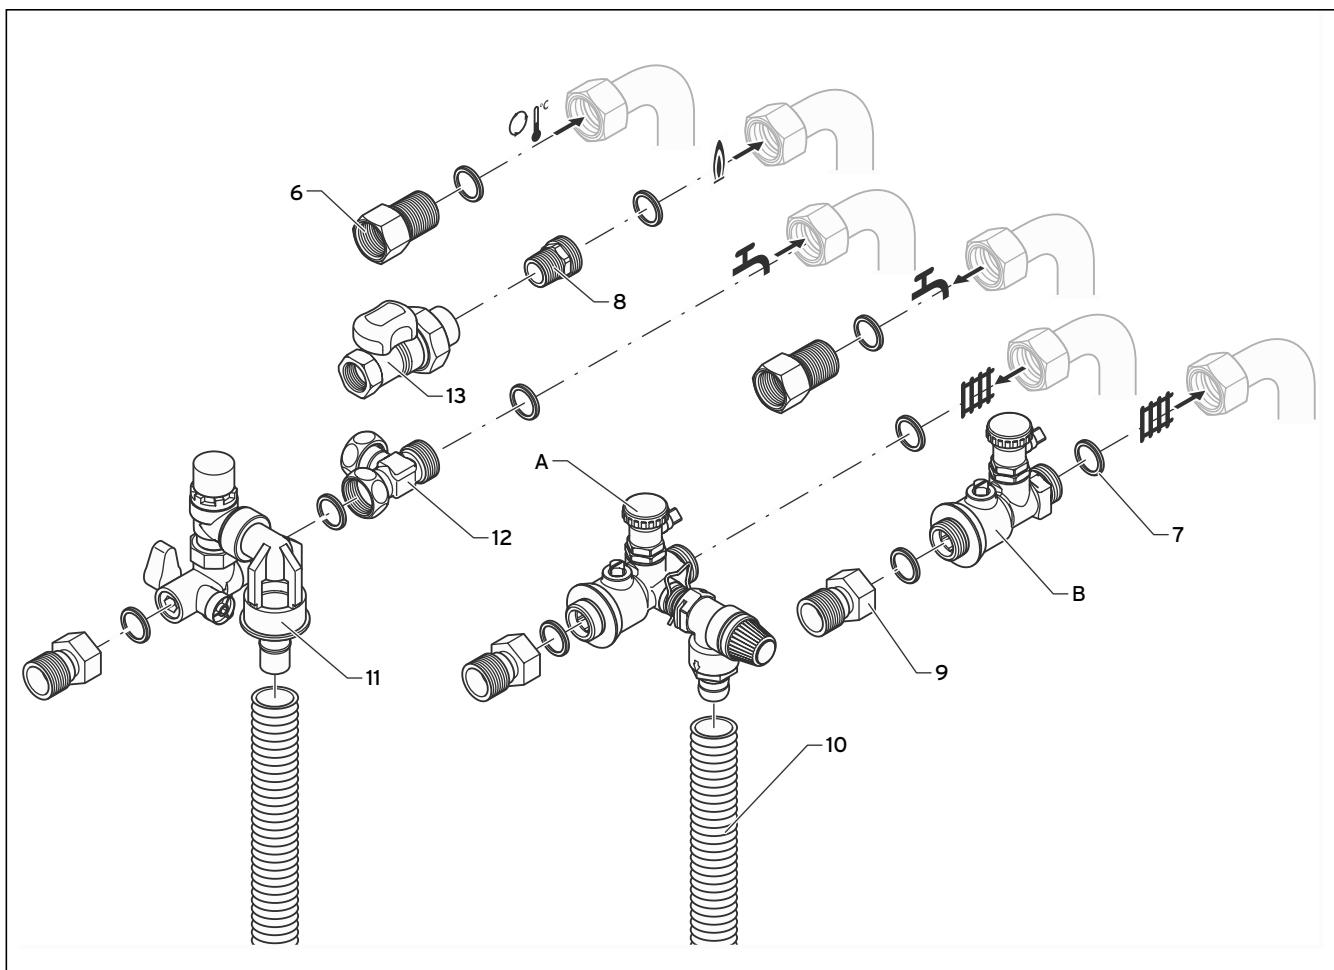

Рис. 4.6 Обзор патрубков прибора
- Монтируйте группу безопасности (11) на патрубке прибора. См. рис. 4.6.
- Монтируйте сливной шланг (10, см. рис. 4.6) на группу безопасности (11).
- Монтируйте соединитель (9, см. рис. 4.6) на группу безопасности (11).
- Подведите линию со стороны дома для питьевой воды к соединителю (9) и, обработав пенькой, вставьте.
- Посредством сливного шланга (10) установите соединение между предохранительным клапаном (24) и сливной воронкой (14).
- Монтируйте тройник (12) с плоским уплотнением на патрубке прибора. См. рис. 4.6.
- Монтируйте группу безопасности (11) с плоским уплотнением на тройнике (12).
- Монтируйте соединитель (9) с плоским уплотнением на группу безопасности (11).
- Монтируйте сливной шланг (10, см. рис. 4.6) на группе безопасности (11).
- Соедините боковой патрубок тройника (12) с расширительным баком питьевой воды.
- Монтируйте соединитель (6) с плоским уплотнением на патрубке прибора для питьевой воды (горячей). См. рис. 4.6.
- Подведите линию со стороны дома для питьевой воды к соединителю (6) и, обработав пенькой, вставьте.